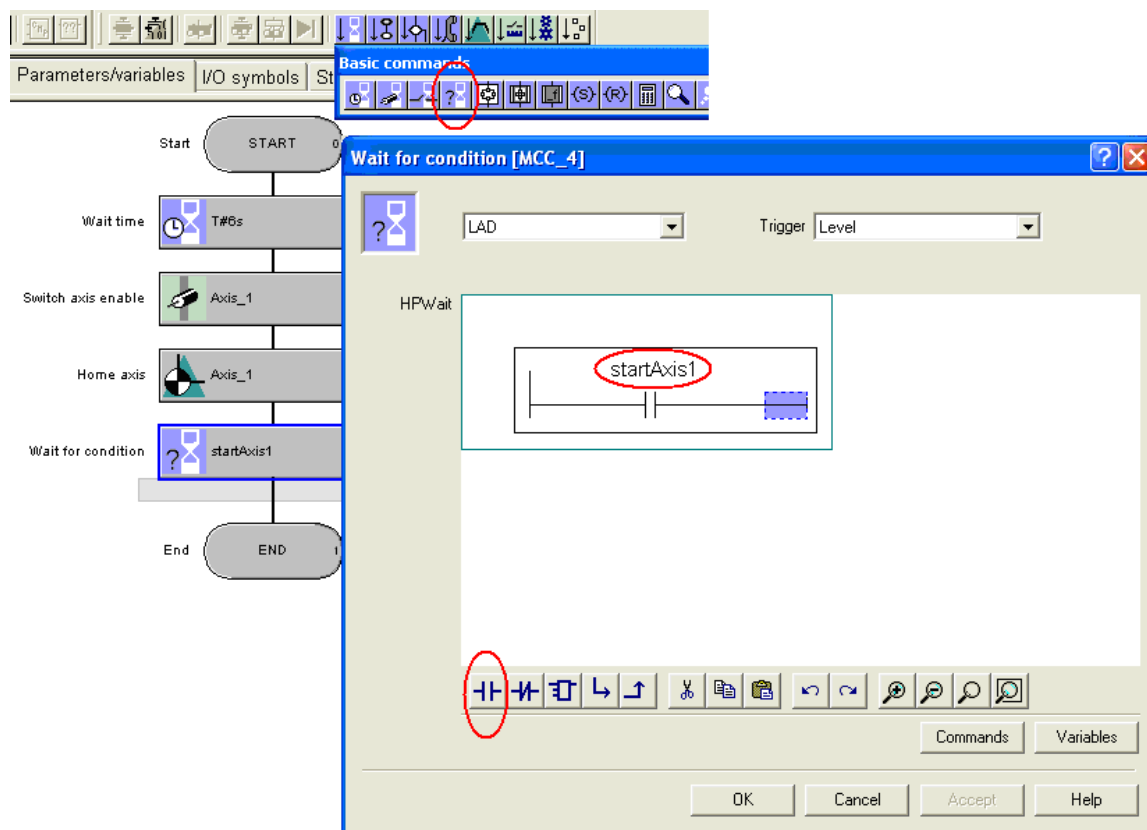

图 2.31 插入等待条件命令
(7) 插入等待条件命令, 如图 2.31 所示, 当 startAxis1 变量为 true 时开始执行该命令后面的程序, 否则程序停留在当前命令处。